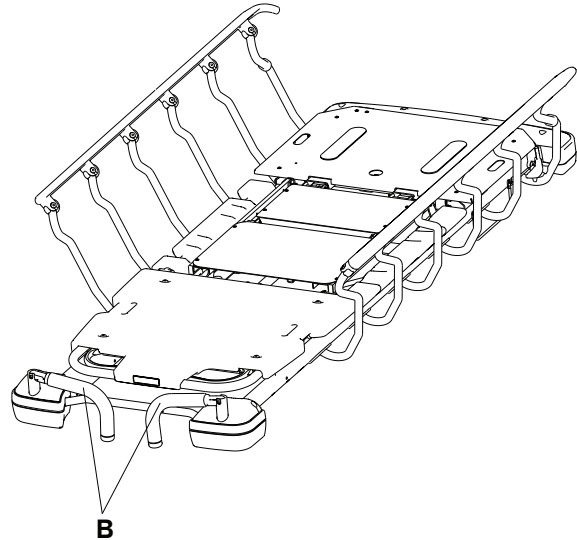

Abbildung 10 – Verstauen der Kopfende-Schiebegriffe
3. Um die Kopfende-Schiebegriffe (B) in die Parkposition zu bringen, die Schritte in umgekehrter Reihenfolge ausführen (Abbildung 10).